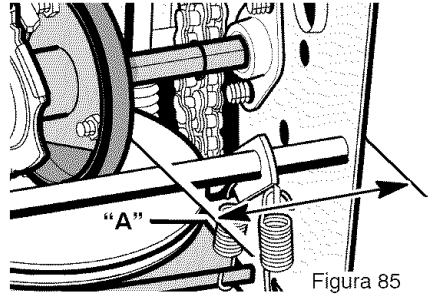

Figura 85
7. Fijese en la posición de la **rueda de fricción** (consulte la Figura 85). La distancia correcta "A" desde el lado derecho de la **rueda de fricción** hasta la parte exterior de la caja del motor es la siguiente:
3. Mueva la **rueda de fricción** a la posición correcta (Figura 85).